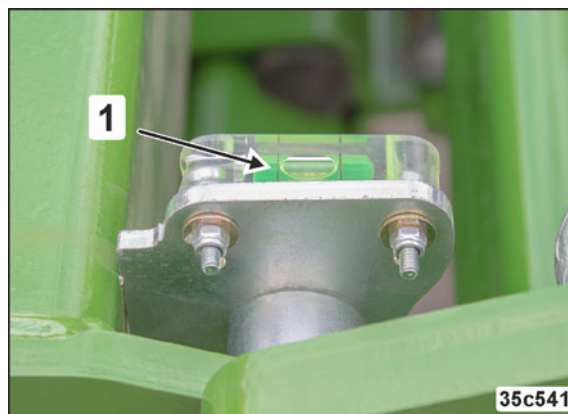

Fig. 160
2. Régler le bras inférieur du tracteur de telle manière que le niveau à bulle horizontale (Fig. 160/1) sur le châssis porte-socs indique l'horizontale.